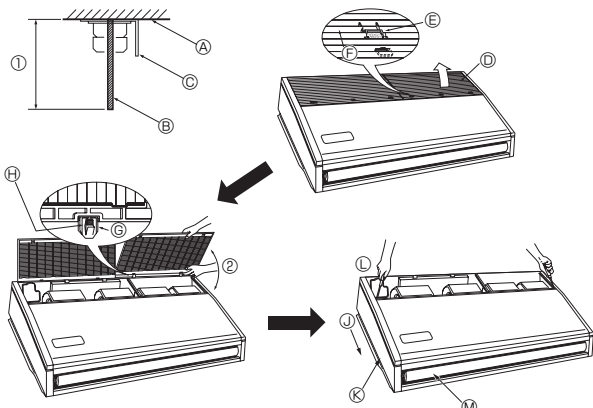

Fig. 3-4
3.2.3. การเตรียมการติดตั้งเครื่องภายใน (Fig. 3-4)